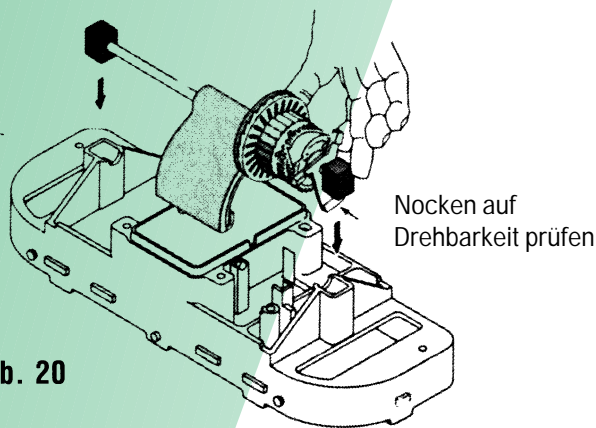

Abb. 20
- ▶ Komplette Einheit mit Vierkantwürfel in die Aussparungen einsetzen (Abb. 20).
- ▶ Zahnradpaar auf die kurze Welle schieben. Beim Einsetzen müssen die kleinen Zahnräder in Richtung Reinigeraußenseite zeigen und nicht zur Pendelklappe. Die Zahnradflanken müssen eingreifen (Abb. 20).